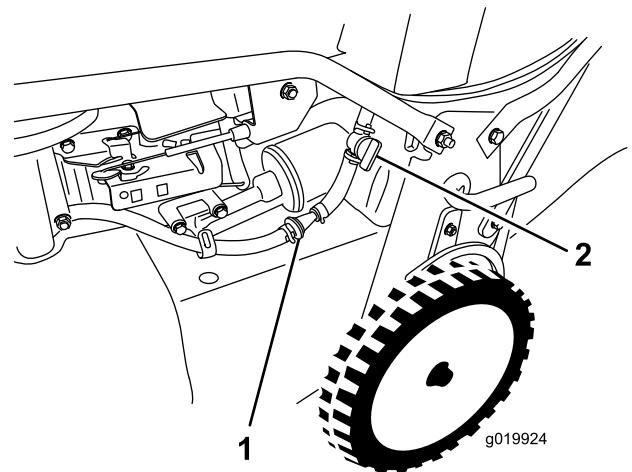

Figure 33
3. Fermez le robinet d'arrivée de carburant (Figure 33).
4. Déposez le filtre à carburant (Figure 33) de la conduite de carburant en desserrant les colliers autour du filtre.